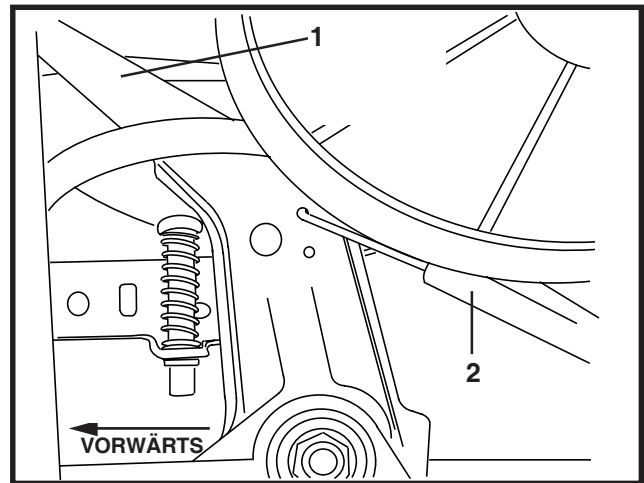

ABBILDUNG 7
13. Den Gassteuerungshebel an der Konsole ganz nach vorn schieben. Den Gassteuerungshebel am Motor so weit wie möglich zurückziehen. Siehe Abbildung 7.
14. Das "L"-Ende des Gaszugs in das äußere Loch im Motor-Gassteuerungshebel einführen. Abbildung 7.